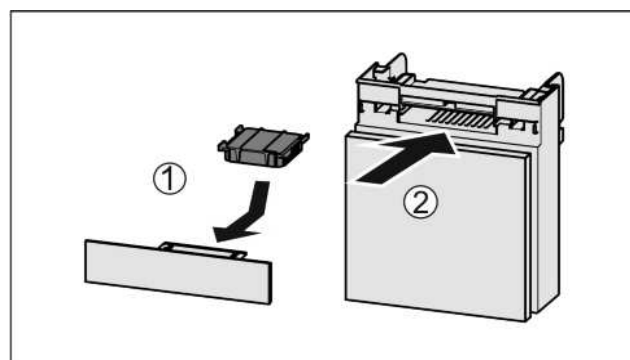

Fig. 34
- ▶ Установите фильтр с активированным углем, как показано на рисунке Fig. 34 (1).
- ▶ Если фильтр с активированным углем показывает вниз: Вставьте отделение Fig. 34 (2).